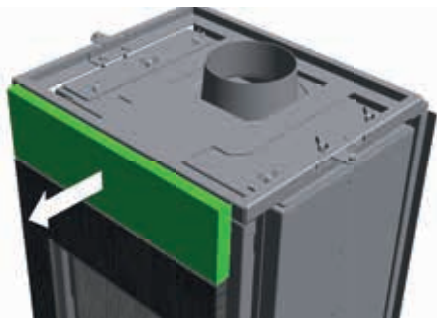

fig. 01
8. Die Stahlfrontplatte über der Tür kann zur Vereinfachung entfernt werden. Diese Platte ist mit vier Magneten befestigt. 2 Stift-/Lochverbindungen sorgen dafür, dass die Platte nicht absinken kann (s. Abb. 01).